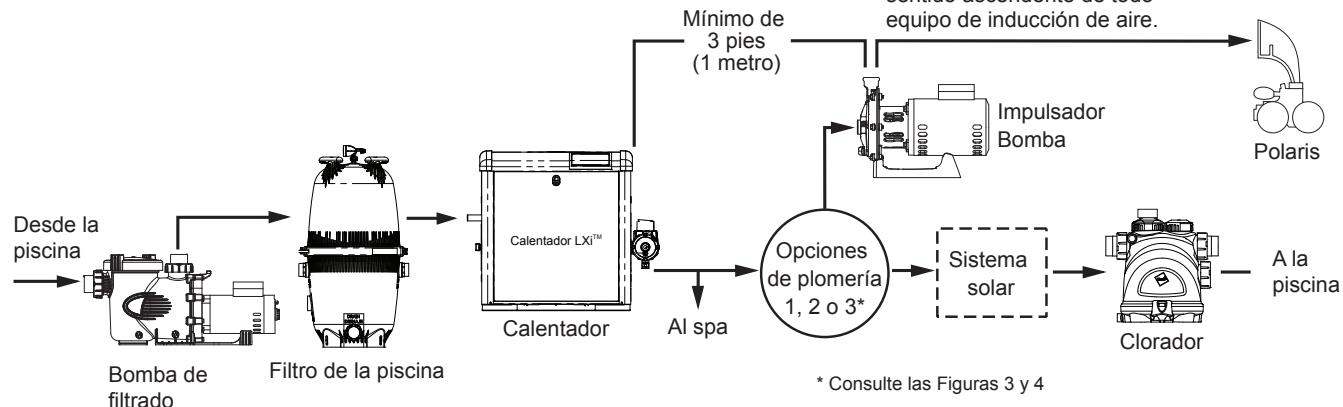

Figura 2. Disposición típica del equipo
Para garantizar el funcionamiento correcto de la bomba y el limpiador, consulte la Figura 2 y observe las siguientes pautas para equipos específicos.
2. Si hay un calentador instalado en el sistema, conecte la entrada de la bomba reforzadora en la línea de retorno en sentido descendente y por lo menos a tres (3) pies (1 metro) de la descarga del calentador. Véase Figura 2. No conecte la entrada de la bomba reforzadora en la sección de tres pies (1 metro) del tubo del disipador térmico que sale directamente del calentador.